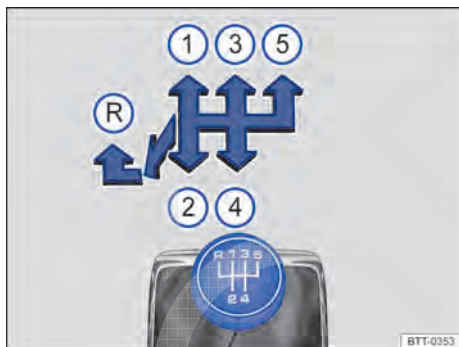

Fig. 85 Esquema de troca de marchas da transmissão manual de 5 marchas.
As posições de cada marcha estão representadas na alavanca de troca de marcha → Fig. 85.
- Empurrar a alavanca de troca de marcha totalmente para a esquerda e depois para frente até a posição da marcha a ré → Fig. 85 📌.